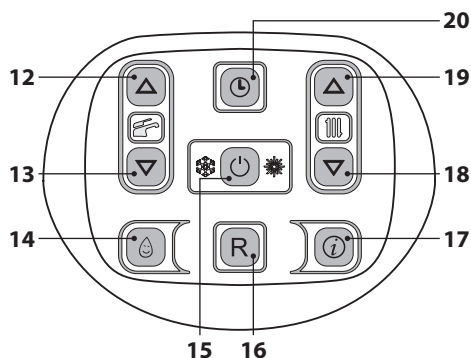
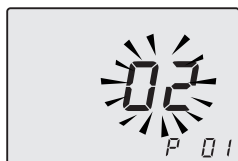

Figura 8.3
Figura 8.4
- Entrare in "modalità programmazione" premendo contemporaneamente per 10 secondi i tasti 15- 18 - 19 (Figura 8.3) fino a far apparire sul display LCD le lettere **P01** e il valore del parametro, indicanti l'entrata nel "parametro 01" (Figura 8.4).
- Premendo il tasto 15 (Figura 8.3) si ottiene la conferma del valore inserito.